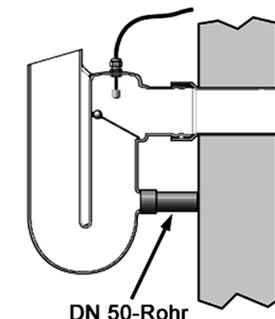

Bild 3
**i** Da der gefüllte Siphon des Rückstauwächters ein hohes Gewicht hat, ist er zur Abstützung mit einem DN 50-Stutzen ausgestattet. Mittels einem geeignetem DN 50-Rohr kann das Gewicht so abgefangen werden, siehe Bild 3.